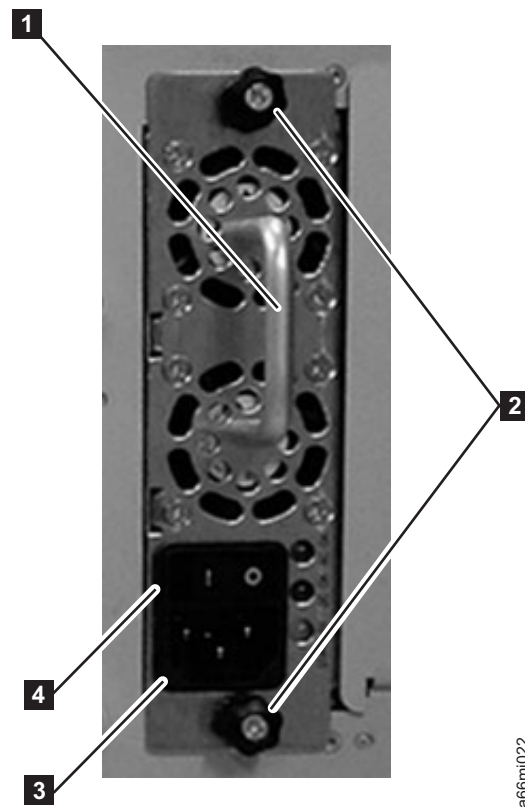

Abbildung 3-8. Netzteil
1. Lösen Sie die beiden Rändelschrauben (**2** in Abb. 3-8) am Netzteil, indem Sie die Rändelschrauben gegen den Uhrzeigersinn drehen.
2. Bauen Sie das Netzteil aus. Fassen Sie hierzu den Griff (**1** in Abb. 3-8 auf Seite 3-12) an, und ziehen Sie das Netzteil langsam heraus. Stützen Sie dabei das Netzteil unten mit der Hand ab.